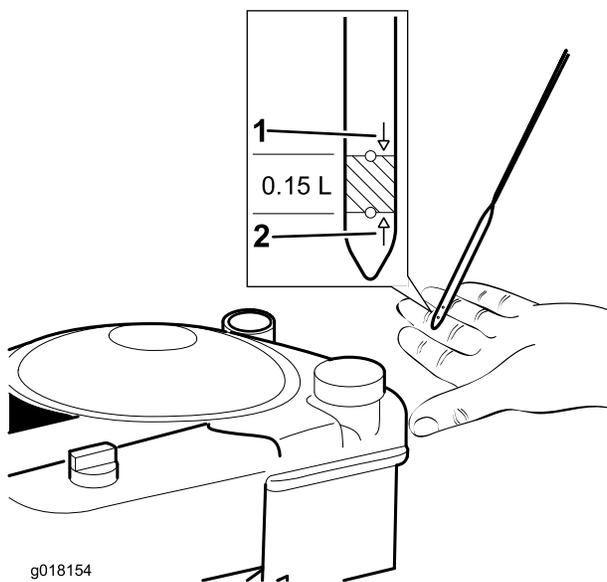

Figura 10
3. Se il livello dell'olio è insufficiente, versate **lentamente** dell'olio nel tubo di riempimento, attendete 3 minuti, poi controllatene il livello con l'apposita asta: pulite l'asta e inseritela completamente nel tubo (Figura 10).
4. Riempite il motore con olio fino a quando l'asta di livello non indica che il livello dell'olio motore è corretto, come illustrato nella Figura 10. Se riempite eccessivamente il motore, estraete l'olio in eccesso come indicato in Cambio dell'olio motore \(pagina 13\).